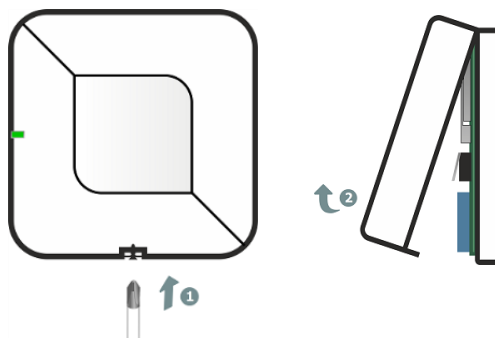

Рисунок 6.2 – Вскрытие корпуса сирены
2. С помощью индикации на сирене. Для этого вскройте корпус сирены, если он был закрыт (см. рисунок 6.2), и дважды нажмите на кнопку тампера (6, рисунок 2.1). Посмотрите на индикатор сирены. Соответствие уровня связи и индикации представлено в таблице 8.1.
2. Вскрыйте корпус сирены, если он был закрыт (см. рисунок 6.2).
1. Вскрыйте корпус сирены, если он был закрыт (см. рисунок 6.2).